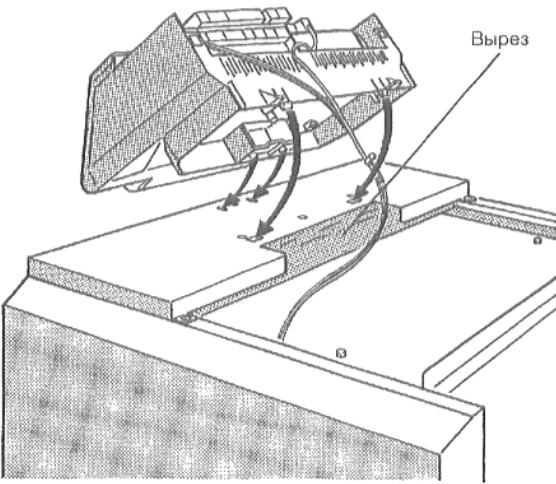

Рис. 7: Установка устройства регулирования
вставные крюки на нижней стороне устройства регулирования вошли спереди в овальные отверстия (Рис. 7).
Вставить в вырез в переднем кожухе котла капиллярные трубы датчиков температуры и, при устройстве регулирования "Ecomatic", линию датчика температуры воды подающей линии котла (Рис. 7).
- Подать устройство регулирования вперед, прижимая при этом вниз, чтобы два эластичных крюка зафиксировались в задних отверстиях (Рис. 7).